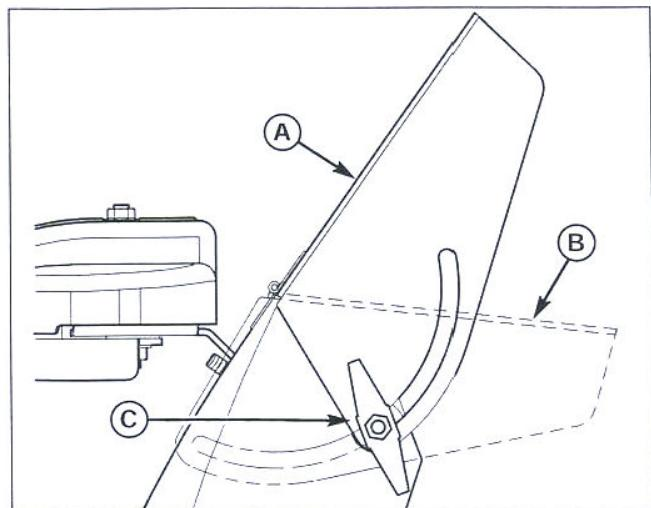

Рис. 9. Регулировка угла наклона дефлектора
- Поверните рукоятку (С, рис. 9) против часовой стрелки, чтобы ослабить, а затем отрегулировать желаемое положение и затянуть рукоятку регулятора, повернув ее по часовой стрелке, чтобы зафиксировать дефлектор в нужном положении.